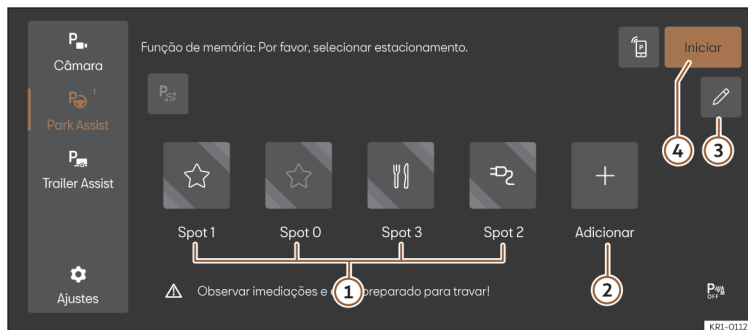

Fig. 146 Representação esquemática: menu do Sistema de estacionamento com função memória.
4. Selecione o botão de função, atribua o símbolo desejado (>>> **Fig. 146 ①**) e confirme-o.
2. Se for necessário, pressione o ícone do lugar de estacionamento disponível no menu do Sistema de estacionamento >>> **Fig. 146 ①**. O botão de função será exibido na cor cobre.
3. Pressione o botão **Iniciar** >>> **Fig. 146 ④**.